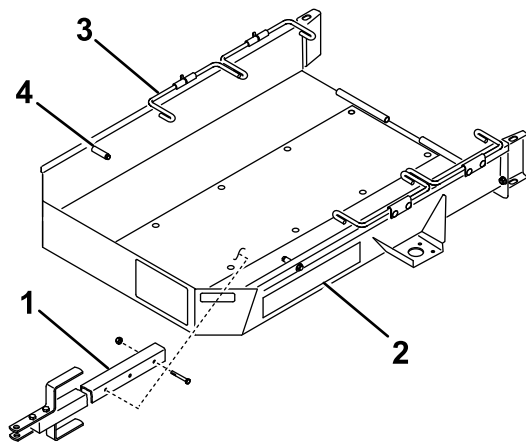

Figura 2
4. Monte la barra de remolque en el soporte de montaje en los bajos de la plataforma del remolque con 2 pernos (3/8" x 2-3/4") y 2 contratuercas (Figura 2).
4. Mueva el acelerador a la posición más baja y conduzca **lentamente** la máquina sobre el remolque hasta que las ruedas de transporte toquen los topes del remolque (Figura 2).
6. Gire el primer conjunto de varillas de ruedas hacia abajo, detrás de las ruedas de transporte (Figura 2).